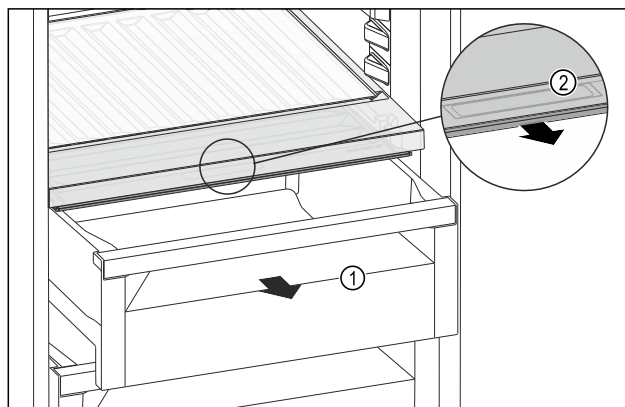

Fig. 221
- Tërhiqni jashtë sirtarin Fig. 221 (1).
- Kapni dorezën e futur Fig. 221 (2) në kapakun e ndarjes dhe në të njëjtën kohë tërhiqni përpara kapakun e ndarjes.